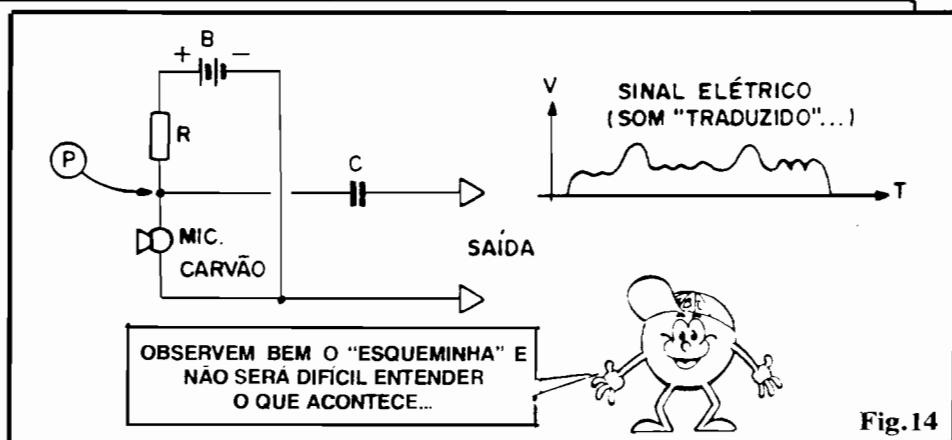

Fig.14
- **FIG. 14** - Apenas para ilustrar (falaremos com detalhes a respeito, em futura e específica "Aula", nas "Lições" sobre o casamento do SOM com a ELETRÔNICA...), vamos ver a acomodação típica de um MICROFONE DE CARVÃO, para que seus sinais possam ser convenientemente aproveitados e manejados pelos blocos circuitais seguintes... Se - conforme mostra o "esqueminha" da figura - "empilharmos" o microfone com um resistor comum, fixo, "R", alimentando esse pequeno conjunto/série com pilhas ou bateria ("B"), estabeleceremos um DIVISOR DE TENSÃO... Supondo que a Resistência, em repouso, do microfone, seja igual ao valor nominal do resistor "R", teremos (também no repouso) uma Tensão, no ponto "P" igual à **metade** da "voltagem" fornecida pela bateria "B". Quando alguém fala à frente do microfone, sua Resistência intrínseca varia, determinando proporcionais e correspondentes alterações na Tensão presente no ponto "P"... Para que possamos "retirar" esse sinal/variação do sistema, sem interferir com as Correntes e Resistências inerentes ao bloco, interponemos um capacitor C, com valor que permita a rápida carga/descarga das tais variações na "voltagem"... Assim processado, o sinal elétrico (nada mais do que "som traduzido") pode ser facilmente aproveitado, para eventual amplificação (ou mesmo para utilização direta, em alguns casos! Observem que o mais **importante** na pequena "Lição" visualizada na fig. 14 é a presença do DIVISOR DE TENSÃO (formado pelo